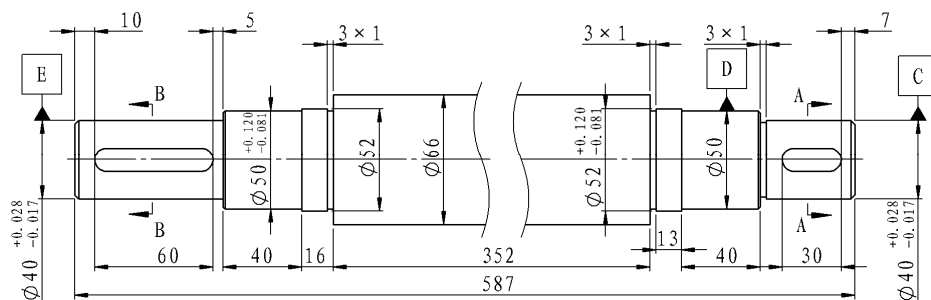

图 6.15.21 添加基准特征
(4) 单击“基准特征”对话框中的“完成”按钮 ，完成基准特征的标注，如图 6.15.21 所示。
Step2. 创建其他基准。参照上面的步骤，分别添加图 6.15.21 所示的基准轴 D 和基准轴 E。